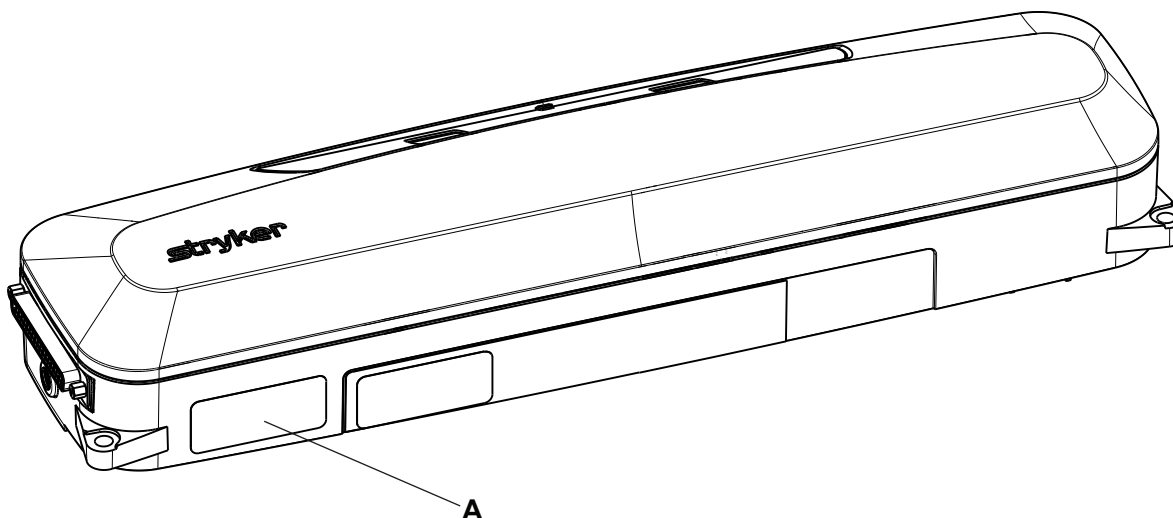

Figure 1 – Emplacement du numéro de série de série Stryker et du BBID
Le numéro de série Stryker et l'étiquette du numéro d'identification de la baie du lit (BBID) (A) sont situés sur la partie inférieure du produit (Figure 1).